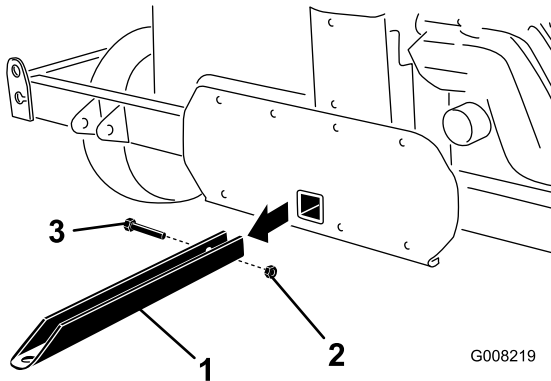

図 7
1. 牽引バーをコアプロセッサの前部に固定しているボルトとナットを外す 図 7。